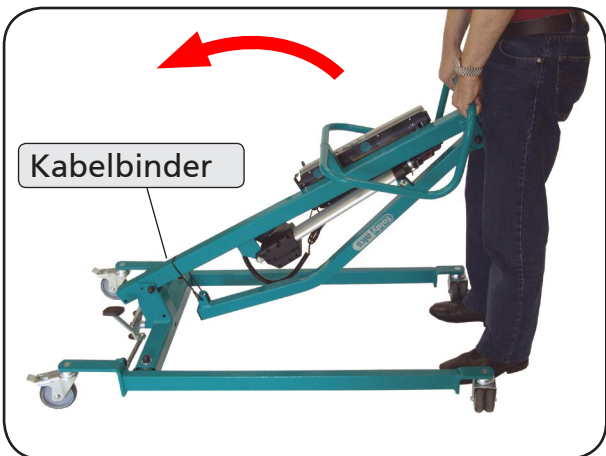
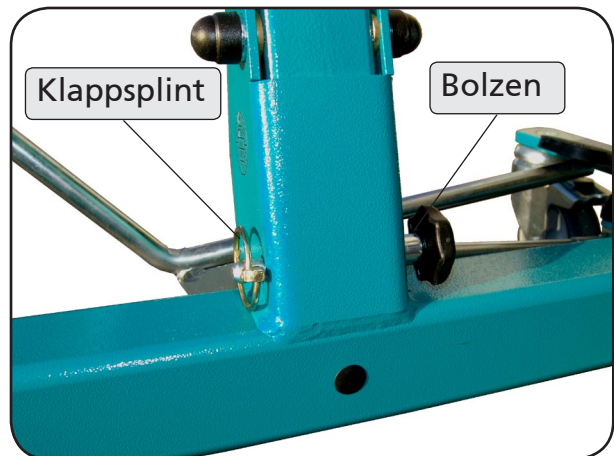

Abbildung 08
Abbildung 09
3. Richten Sie den Standmast auf (Abbildung 08) und sichern Sie ihn anschließend wieder mit dem Bolzen und dem Klappsplint (Abbildung 09).
4. Entfernen Sie den Kabelbinder, der als Transportsicherung den Hebearm und den Standmast zusammenhält (Abbildung 08).